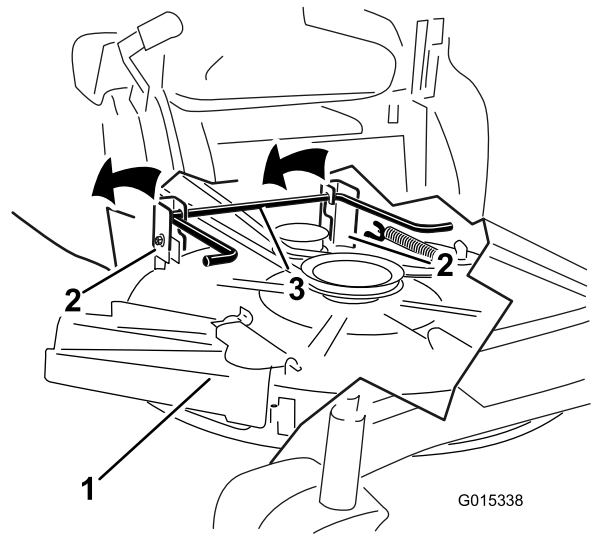

Bild 71
7. Heben Sie das Mähwerk und die Hängeprofile über die hintere Hubstange und senken Sie das Mähwerk vorsichtig auf den Boden ab (Bild 71).
5. Heben Sie das Heck des Mähwerks an und führen Sie die Hängeprofile über die hintere Hubstange (Bild 71).